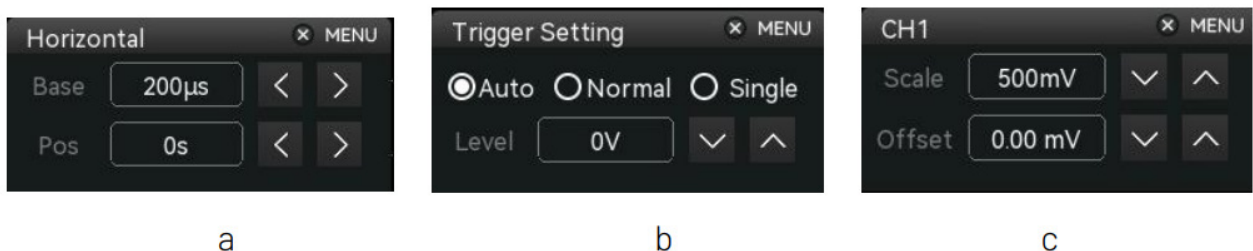

Рис. 4-7. Интерфейс пользователя
- g) Вертикальное смещение: касание области вертикальной шкалы на экране вызывает интерфейс CH1 (см. рис. 4-7с). Значение смещения можно изменять с помощью цифровой клавиатуры, стрелок ◀ ▶, а также ручек SCALE и POSITION.